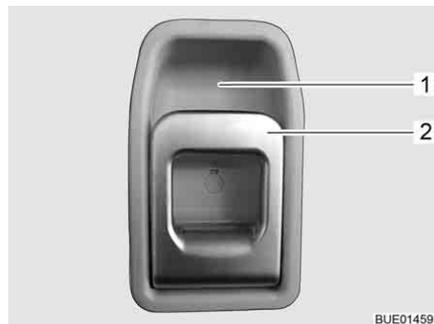

Bild 40 Türschloss Eingangstür, innen
- Am Griff (Bild 40,2) ziehen. Das Türschloss wird entriegelt.
- Den Griff (Bild 40,2) oben in Richtung Griffschale (Bild 40,1) drücken.